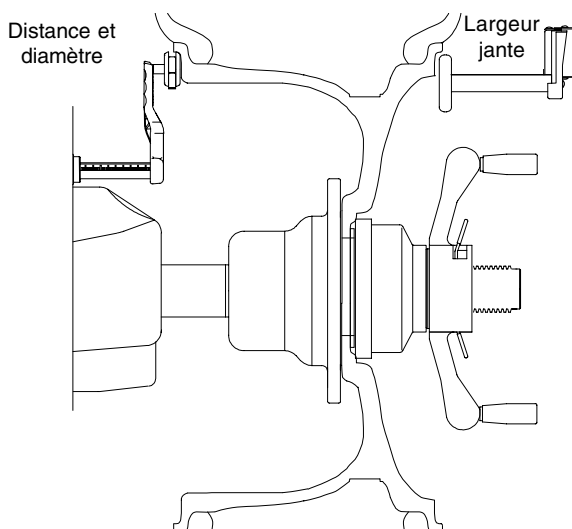

Figure 22
4.5.1 Distance jante (écart) et diamètre - Déplacer l'arbre d'écart jante vers le bord de la jante, mettre en contact le pointeur avec le bord de la jante, mettre en contact la pointe du bras largeur avec le bord externe de la jante à l'endroit où les poids doivent se placer de la façon indiquée à la Figure 22. Maintenir les arbres en place pendant environ une seconde. L'alarme sonnera quand les valeurs des paramètres auront été calculées et entrées automatiquement. Ramener les bras dans leur position de repos sur l'équilibreuse. Ne pas laisser le bras de mesure "pendre" devant l'équilibreuse.